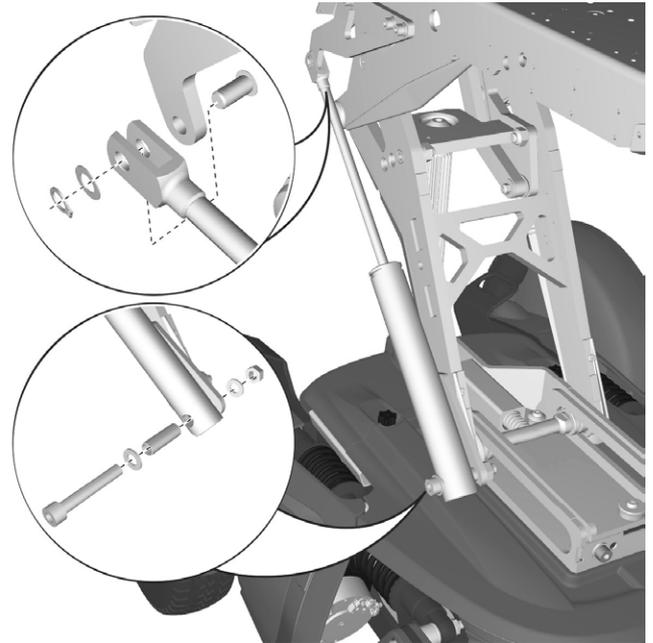

Abbildung 110. Gasfeder der AP-Sitzhöhenverstellung
3. Sicherungsring und Achse, die das vordere Ende der Stellvorrichtung hält, abmontieren. Siehe Abbildung. 110.
4. Schraube, Scheibe und Mutter abmontieren, die die Gasfedereinheit hinten halten. Siehe Abbildung. 110.
2. Das hintere Ende der Gasfedereinheit mit Schraube, Scheiben und Mutter montieren. Siehe Abbildung. 110.
3. Das vordere Ende der Gasfedereinheit mit Sicherungsring und Achse montieren. Siehe Abbildung. 110.